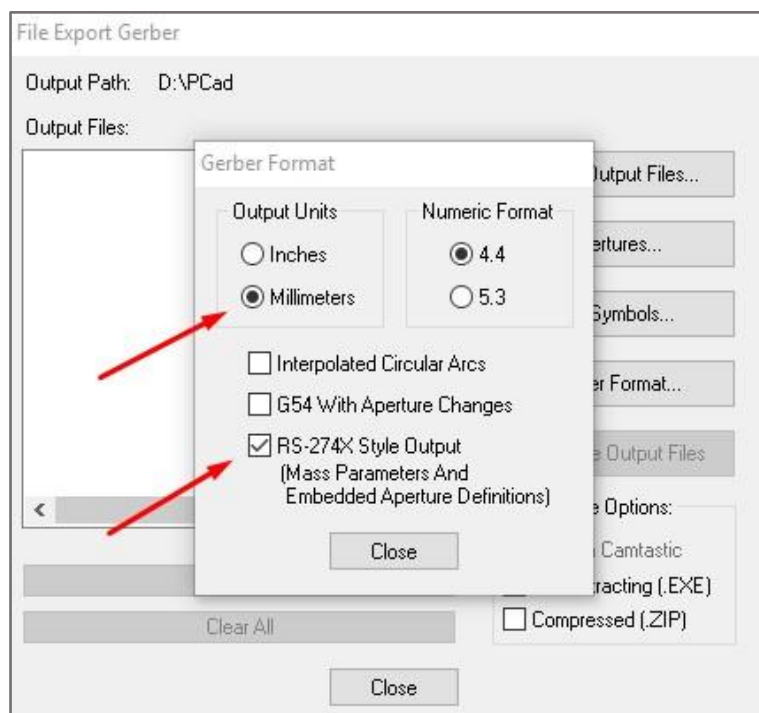

Рисунок 2. Параметры gerber-файлов
- В появившемся окне нажмите кнопку **Gerber Format** чтобы задать параметры gerber-файлов (см. рисунок 2).